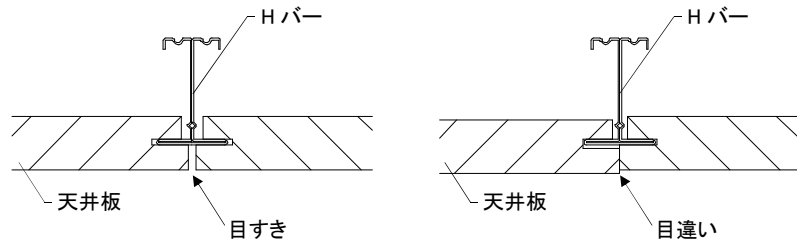

図2-8-6 目すき、目違い
- ⑦天井板は室内側にたわませて廻り縁に乗せ掛け、先に設置している H バーのさね部に隙間が無くなるまで挿し込む。載せ掛ける際、小口を破損させないように注意すること。
- ※天井板に目すき、目違いが生じていないか確認すること。(図 2-8-6 参照)